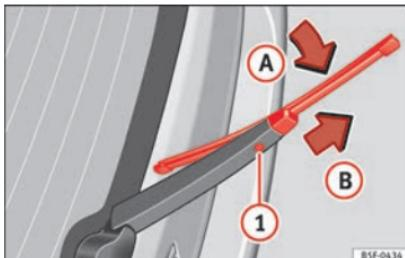

Fig. 83 Remplacement du balai d'essuie-glace arrière.
- Faites pivoter légèrement le balai d'essuie-glace **»» fig. 83** (flèche **A**).
- Maintenez la touche de déverrouillage **①** enfoncée et tirez en même temps sur le balai dans le sens indiqué par la flèche **B**.
- Insérez sur le bras d'essuie-glace arrière un balai d'essuie-glace neuf **de même longueur et de même type** dans le sens contraire de la flèche **B** et jusqu'à ce que la touche **①** s'encastre.